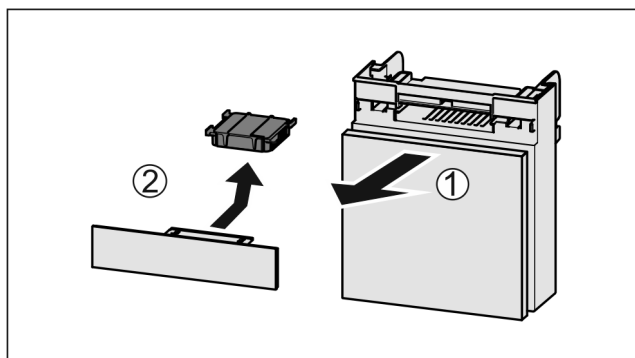

Fig. 193
- ▶ Fach nach vorne herausziehen Fig. 193 (1).
- ▶ Aktivkohlefilter entnehmen Fig. 193 (2).